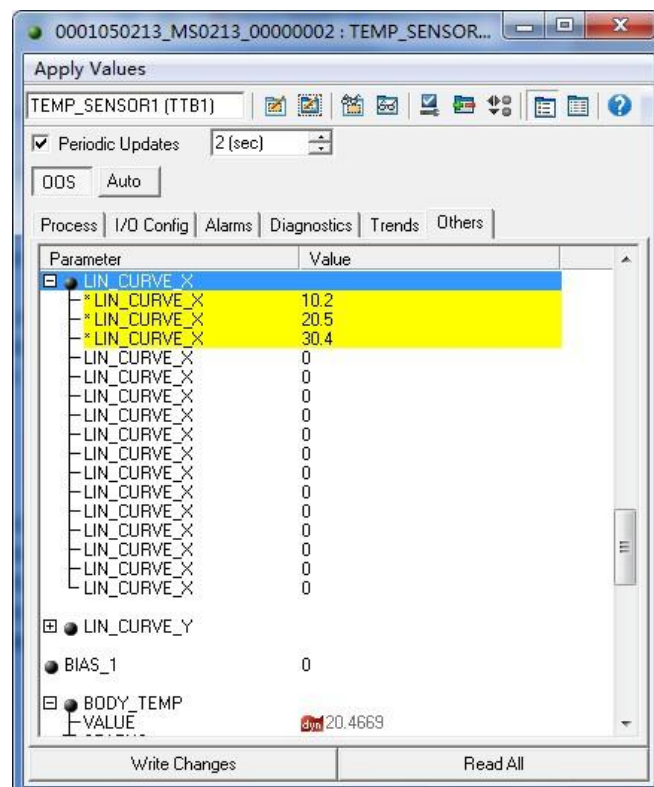

图 3.5 参数 CAL_POINT_X 的配置
- 2) 通过标准源输入标准信号，并在组态软件上打开相应的变换块，分别读取参数 PRIMARY_VALUE 的值，将该值写入 CAL_POINT_X 数组。例如将读到的 10.2，20.5，30.4 分别写在 CAL_POINT_X 数组里，如图 3.5 所示。到此校准工作结束。